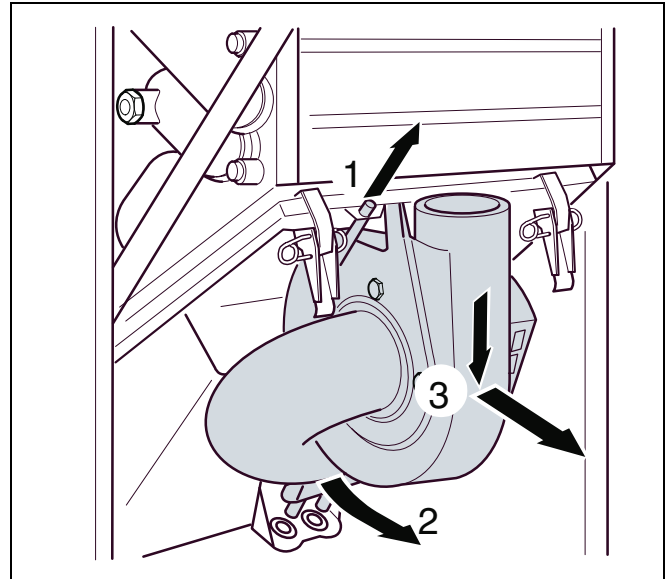

Abb. 21 Gebläse entfernen
- Gebläse nach oben schieben (Abb. 21, Pos. 1).
- Gebläse unten nach vorn schwenken (Abb. 21, Pos. 2) und nach unten und vorn (Abb. 21, Pos. 3) herausnehmen.